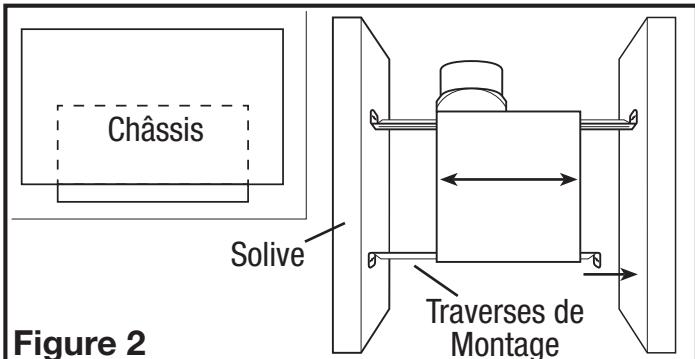
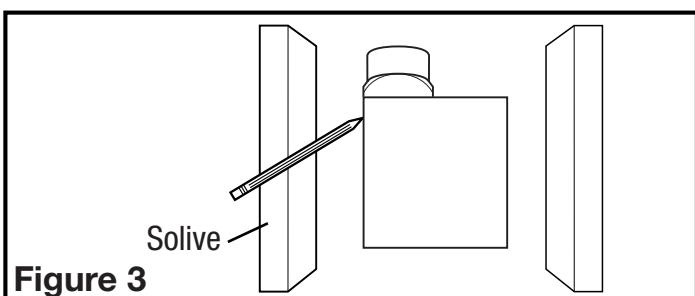

Figure 2
Figure 3
- Installez les rails dans le canal de montage sur le boîtier. Centrez le canal de montage dans les fentes sur le boîtier, puis de l'intérieur du boîtier, serrez les vis montage de sorte que le canal soit bien en place. Placez le boîtier à côté de la solive. Aligner le châssis pour qu'il soit de niveau avec le plafond fini. Fixez les extrémités des rails aux solives avec des vis ou des clous (non inclus) et glissez le boîtier dans la position finale (**Figure 2**).
- Placer le boîtier en place entre les solives et tracez un contour sur le matériel du plafond (**Figure 3**). Mettez le boîtier de côté et découpez l'ouverture, en faisant attention de ne pas couper ou endommager les installations électriques ou d'autres utilités masquées. Installez les rails dans le canal de montage sur le boîtier. Centrez le canal de montage dans les fentes sur le boîtier, puis de l'intérieur du boîtier serrez les vis de montage de sorte que le canal soit bien en place. Positionnez le boîtier dans le trou préalablement découpé de sorte qu'il soit aligné avec le plafond fini. Fixez les extrémités des rails aux solives (**Figure 2**).